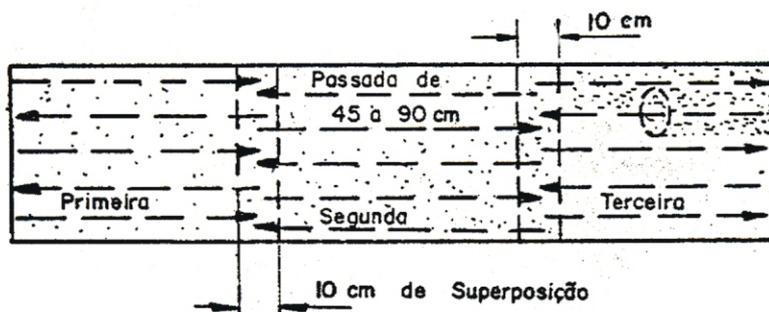

Fig. 4
1) Superfícies planas e compridas (fig. 4).